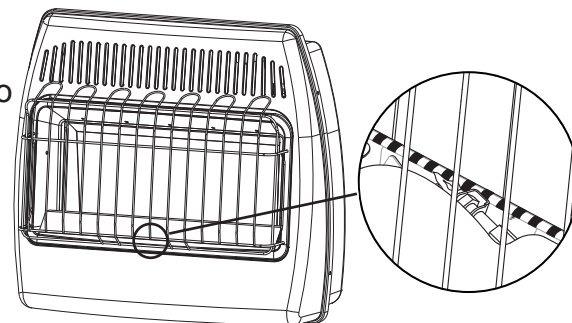

Fig. 24 - Ubicación de la llama del piloto
6. Con la perilla de control oprimida, presione el encendedor hasta que el piloto se encienda. El piloto es visible centrado debajo del quemador principal, detrás de la parrilla delantera. (Ver Fig. 24 en la página 49)
7. Mantenga oprimida la perilla de control durante (30) segundos después de que el piloto encienda. Suelte la perilla de control.
6. Con la perilla de control oprimida, presione el encendedor hasta que el piloto se encienda. El piloto es visible centrado debajo del quemador principal, detrás de la parrilla delantera. (Ver Fig. 24)